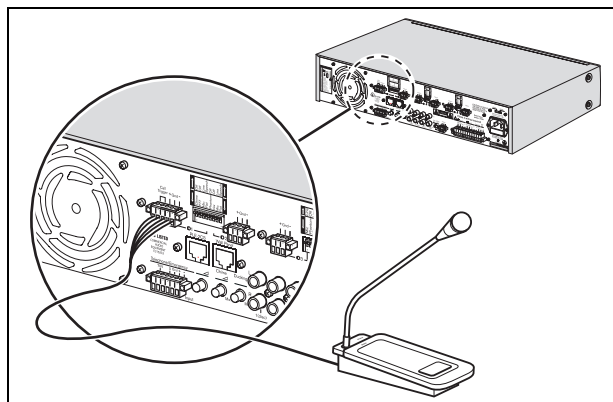

figura 4.2: euro conector con activación
- conector euro con activación. Consulte figura 4.2.